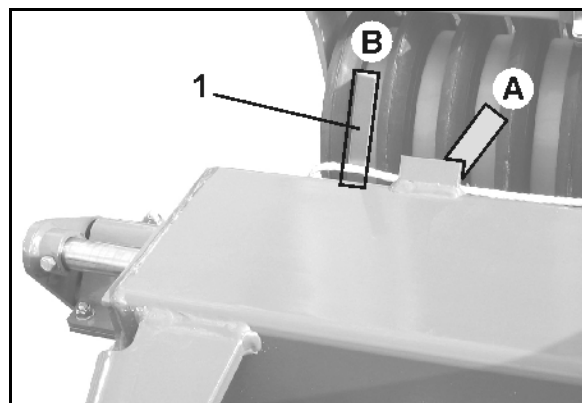

Рис. 27
- **Рис. 27** – правая сторона агрегата, поз. А.